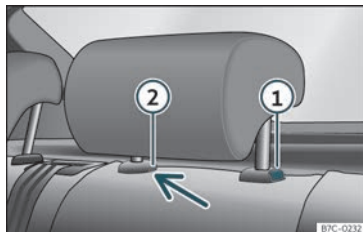

Fig. 99 Encosto de cabeça traseiro: desmontagem.
- Pressione o botão»» Fig. 99 ①, pressionando ao mesmo tempo através do orifício da trava de segurança ② com uma chave de fendas plana com um máximo de 5 mm de largura e retire o encosto de cabeça.